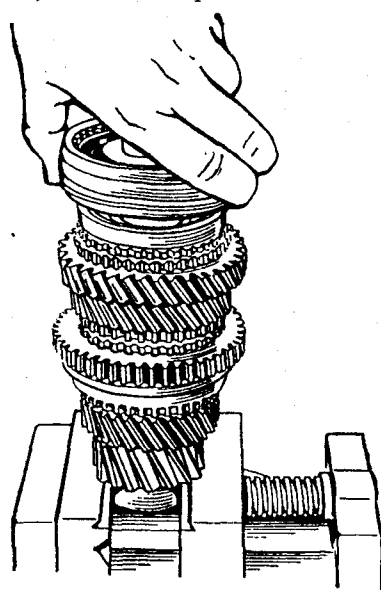

Рис. 3.30. Снятие ступицы с муфты включения первой и второй передач
- ✓ ступицу (рис. 3.30) с муфтой включения первой и второй передач, сухариками и кольцами синхронизатора;